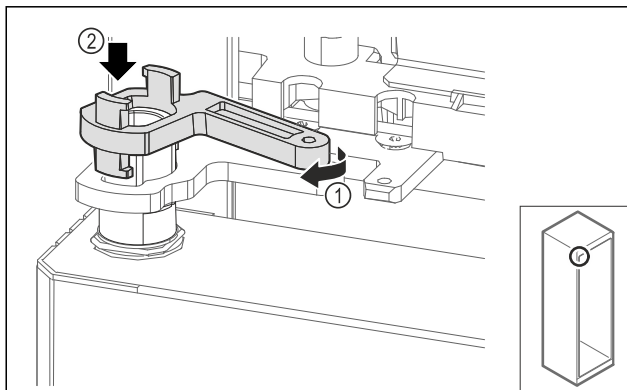

Fig. 65
- Vrid lagerbockens låsning något Fig. 65 (1) och sätt på den på hylsan Fig. 65 (2).